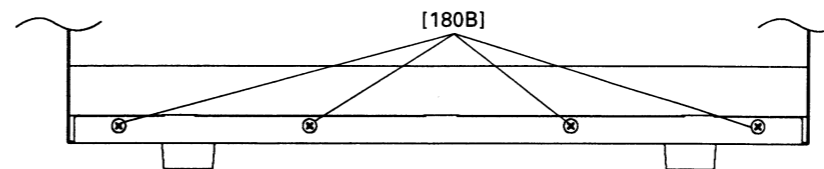

Fig. 2 (図2)
- 1-2 前面下にある[180B]のネジ 4本を外します。(図2)